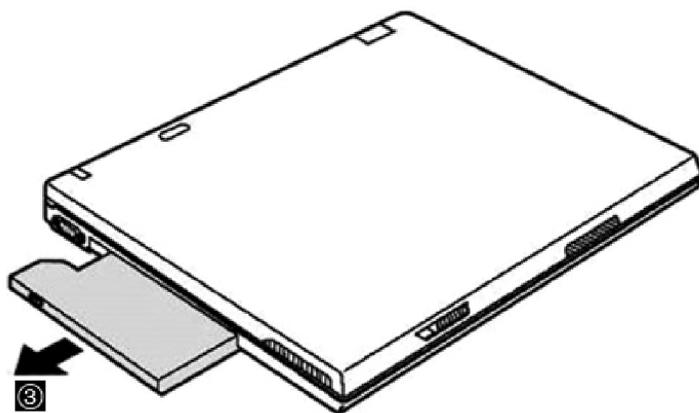

图 2-62 拖出光驱
- 2) 在光驱已经出来一半时，用手拖住光驱的底部向箭头“③”所示方向平行拖出即可取出光驱驱动器，如图 2-62 所示。